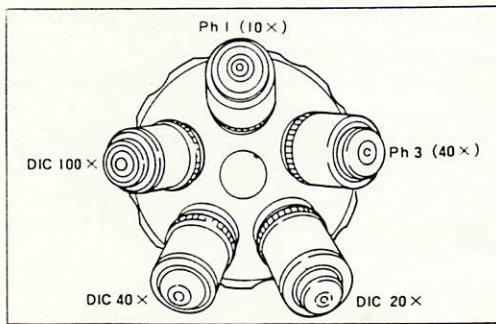

図 8
- 1) 対物レンズは図8のように、上から見て時計方向に Ph1 (10×), Ph3 (40×), DIC 20×, DIC 40×, DIC 100×の順でレボルバに取り付けておきます。